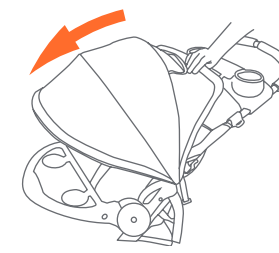

Fig. 8
- 8) • Pour ouvrir l'auvent : tirer sur le bord de l'auvent tout en maintenant l'arrière en place (Fig. 8).